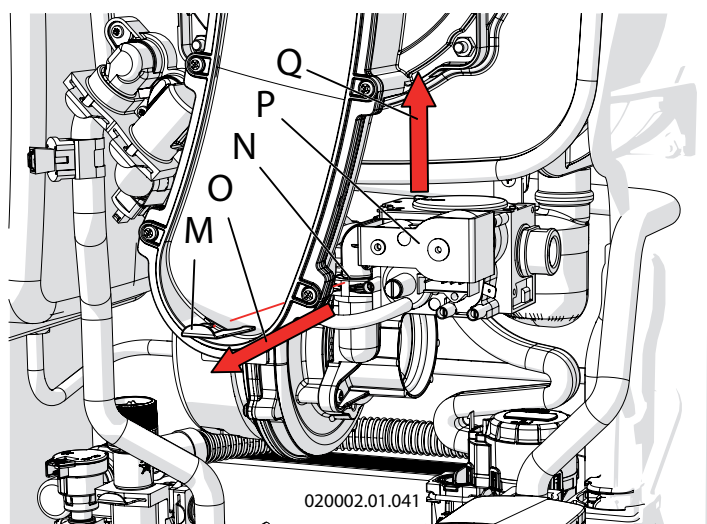

Figure 6-3 - Démontage de la soupape du gaz
16. - retirer le ressort de fixation "M" du siège "N" en libérant la soupape "P" (voir la figure 6-3);
19. - remonter la soupape du gaz (voir la figure 6-3, détail "P"), sans oublier de repositionner le ressort "M".